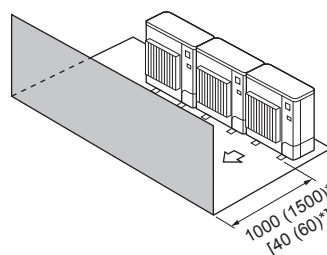

Fig. 2-14
- ③ Obstacles uniquement à l'avant (Fig. 2-14)